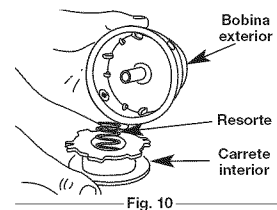

Fig. 10
- Saque el carrete interior de la bobina exterior (Fig. 10).
- Saque el resorte del carrete interior (Fig. 10).
- Saque el carrete interior viejo de la bobina exterior (Fig. 10).
- Saque el resorte del carrete interior viejo (Fig. 10).